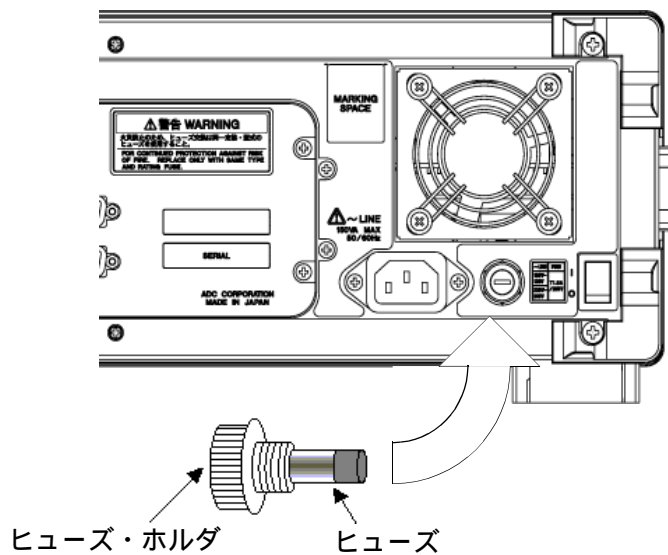

図 1-2 電源ヒューズの交換
4. 背面パネルにあるヒューズ・ホルダを、マイナス・ドライバを使用して反時計方向に回し、取り出します（図 1-2 参照）。